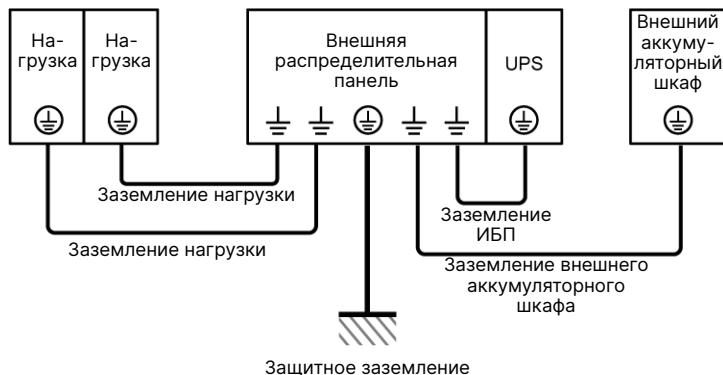
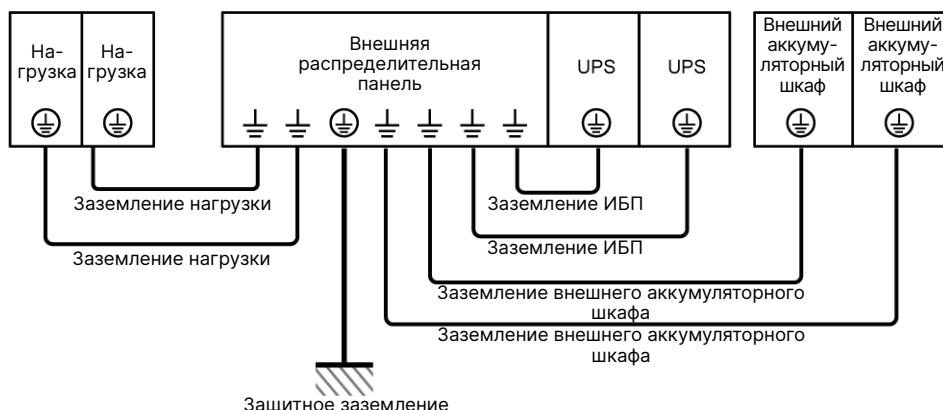

Рис. 5-22: Схема заземления\_ Один блок
Рис. 5-25: Схема заземления\_ Параллельные блоки
Выполните **шаг 6**, указанный в разделе **5.4.3.1 «Один вход (один блок)»**, и см. **рис. 5-22**, чтобы заземлить ИБП, внешние аккумуляторные шкафы и подключенные критические нагрузки.
Для конфигурации с одним входом выполните **Шаг 1 ~ Шаг 6**, описанные в разделе **5.4.3.1 Один вход (Один блок)**. Схему заземления см. на **рис. 5-25**, а не на **рис. 5-22**.
Для конфигурации с двойным входом выполните **Шаг 1 ~ Шаг 4**, описанные в разделе **5.4.3.2 Двойной вход (один блок)**. Схему заземления см. на **рис. 5-25**, а не на **рис. 5-22**.
- См. схему заземления внешнего аккумуляторного шкафа на **Рис. 5-22** и **Рис. 5-25**.